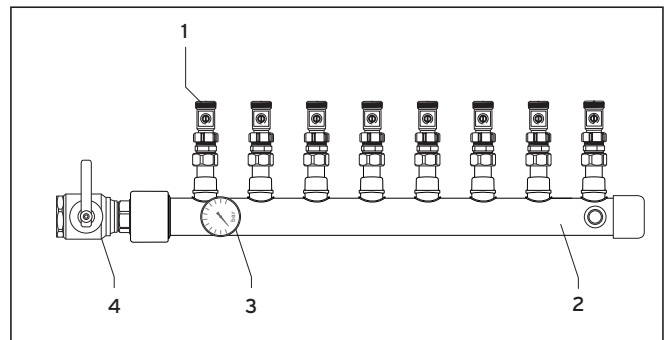

Fig. 4.5 Montage du collecteur
- Montez les robinets à boisseau sphérique sur le collecteur comme sur la fig. 4.5.